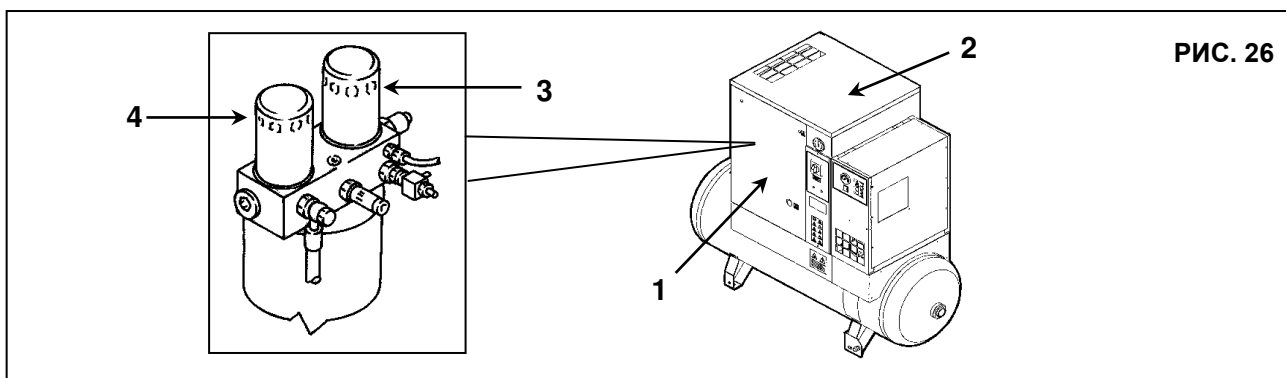

РИС. 26
- Откройте переднюю панель, поз. 1, Рис. 26, специальным ключом.
- Снимите защитное устройство (кожух машины), поз. 2, рис. 26
- Извлеките маслоуделительный фильтр, поз. 3, и масляный фильтр, поз. 4, Рис. 26
- Закройте крышку машины, поз. 2, Рис. 26, с помощью соответствующих предохранительных винтов.
- Закройте панель, поз. 1, рис. 26